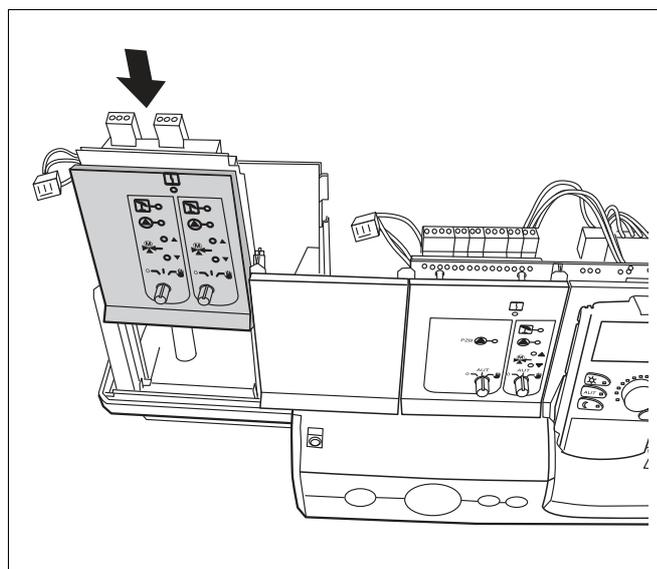

Рис. 5 Установка функционального модуля
- Вставьте функциональный модуль в слот (→ рис. 5) до защелкивания.
- Вставьте новый модуль в тот же разъем (→ рис. 5, стр. 7).